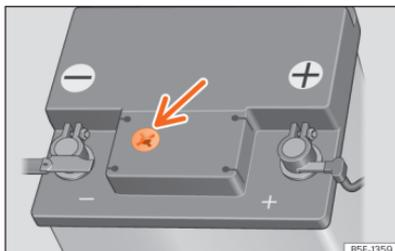

Fig. 244 Janela de inspeção na parte superior da bateria de 12 volts (representação esquemática).
- Verifique o indicador de cor na janela de inspeção, na parte superior da bateria »» » Fig. 244.